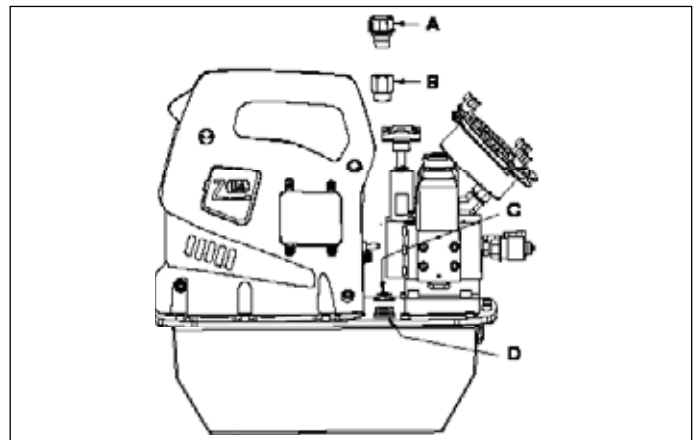
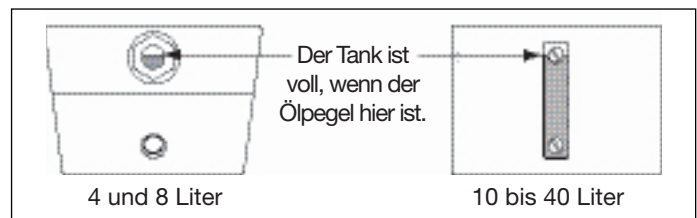

Abb. 2, ZU4 Einbau des Entlüfters
Abb. 4, Sichtglas
4.1 Behälter-Entlüfterkappe (siehe Abb. 2)
Überprüfen Sie den Ölstand der Pumpe vor dem Start. Geben Sie nötigenfalls Öl hinzu, indem Sie den Stopfen SAE Nr. 10 von der Abdeckplatte entfernen (siehe Abb. 2). Der Behälter ist voll, wenn der Ölstand dem in Abb. 4 entspricht. The reservoir is full when the oil level is as shown in Figure 4.
6. Füllen Sie den Behälter mit sauberem Enerpac-Hydrauliköl. Der Behälter ist voll, wenn der Ölstand dem in Abb. 4 entspricht.